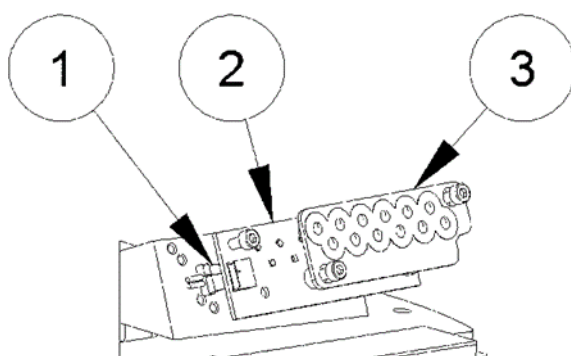

Figura 22 – Sustitución del Módulo LED (Barra de ala de Umbral)
- vuelva a conectar el conector de suministro de energía (Figura 22 – n°1) al módulo LED